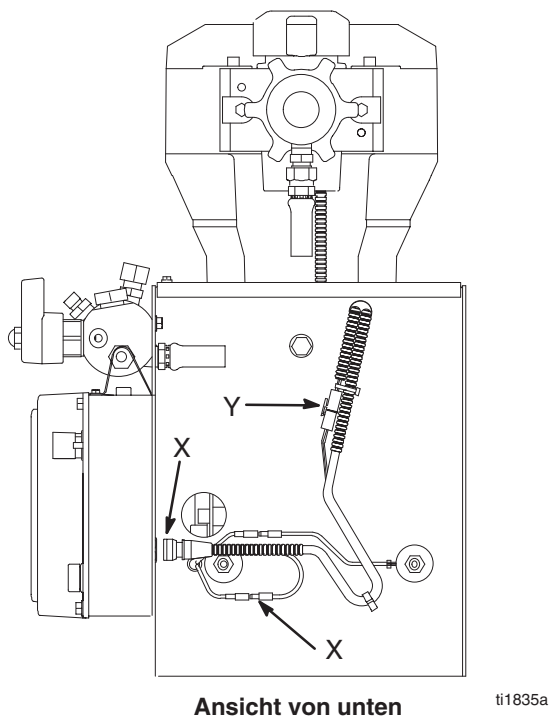

Abb. 6
11. Abb. 6. Das Statorkabel (X) an der Druckkontrolle anschließen und das Motorkabel sowie den Gallonen-Zählsensor (Y) ebenfalls anschließen.